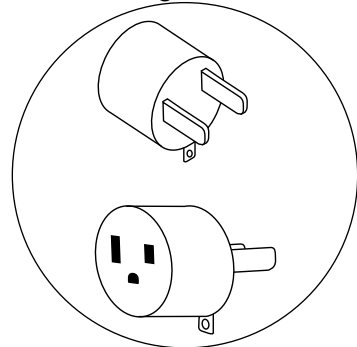

Figura 3
- La lengüeta de tierra que se extiende desde el adaptador debe conectarse a una tierra permanente, por ejemplo una caja de salida con una buena conexión a tierra, usando un tornillo metálico, vea Figura 3.